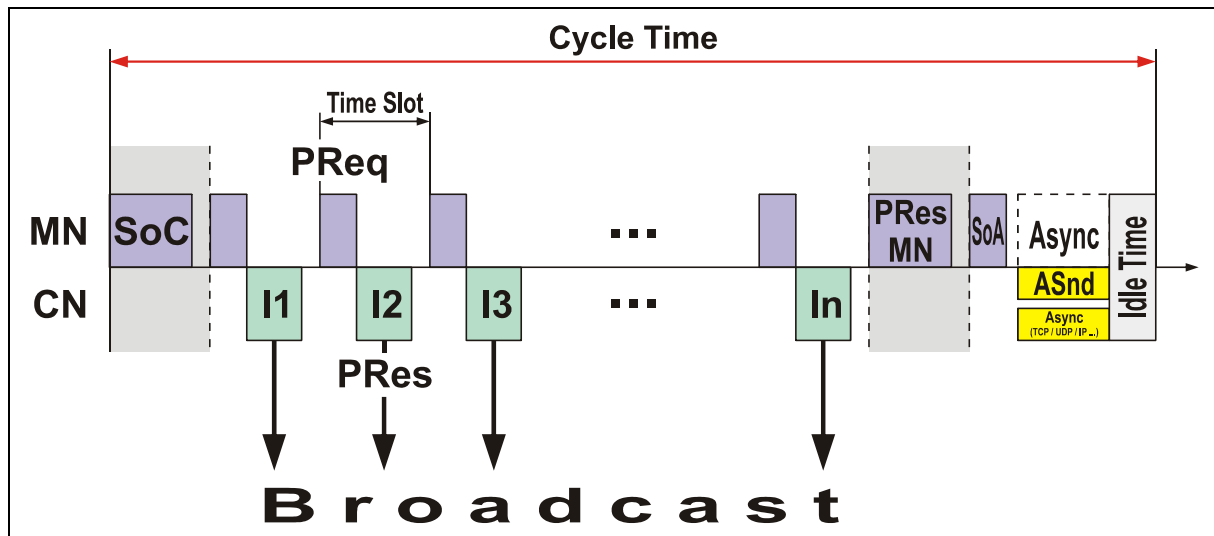

Abbildung 2: EPL Zyklusdiagramm
Es gibt ein Knoten im Netzwerk, der vorgibt, wann andere Knoten senden dürfen. Dies ist der Managing Node (MN). Weiterhin synchronisiert der MN alle angeschlossenen Teilnehmer. Die restlichen Knoten, Controlled Nodes (CN), reagieren auf seine Anweisung. Abbildung 2 zeigt einen kompletten EPL-Kommunikationszyklus.